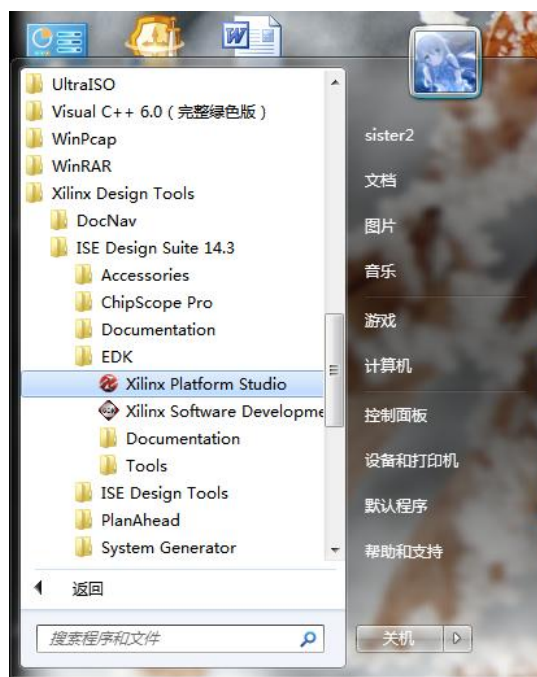

图 1: XPS 软件打开位置
**1-1-1.** 选择 开始菜单 > 所有程序 > Xilinx Design Tools > ISE Design Suite 14.3 > EDK > Xilinx Platform Studio. 点击运行 **Xilinx Platform Studio(XPS)** (Xilinx Platform Studio 是 ISE 嵌入式版本 Design Suite 的关键组件，可帮助硬件设计人员方便地构建、连接和配置嵌入式处理器系统，能充分满足从简单状态机到成熟的 32 位 RISC 微处理器系统的需求)，如图 1 所示。